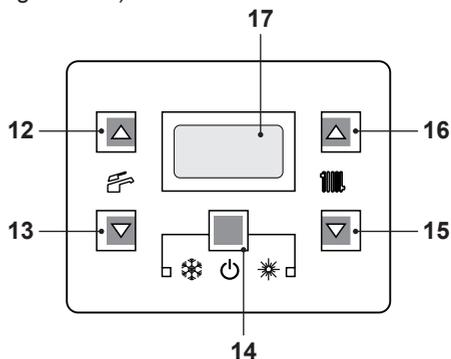
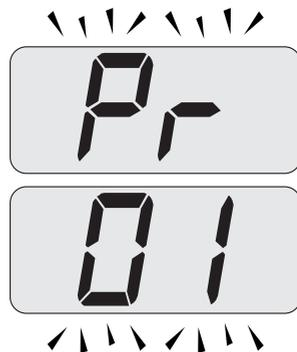

Figura 9.24
Figura 9.25
- Entrare in "modalità programmazione" premendo contemporaneamente per 10 secondi i tasti 14 - 15 - 16 (Figura 9.24) fino a far apparire sul display LCD le lettere **Pr** che si alternano con il codice **01** indicanti l'entrata nel "parametro 01" (Figura 9.25).
- Premere contemporaneamente i tasti 14 e 16 (Figura 9.24) fino a far apparire sul display LCD il valore del parametro 01 (Figura 9.26) (33=**M261.2025SM/M** o 34=**M261.3035SM/M**).
- Premendo contemporaneamente i tasti 14 e 15 (Figura 9.24) si esce senza modificare il valore (ritorno alla lista parametri Figura 9.25)
- Premendo contemporaneamente per 10 secondi i tasti 14 - 15 - 16 (Figura 9.24) si esce dalla "modalità programmazione".